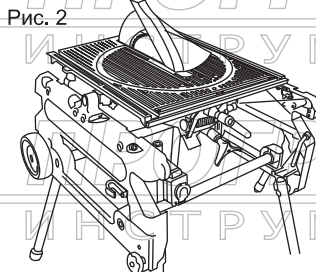

Рис. 2
- Б) продольная распиловка материалов Рис. 2